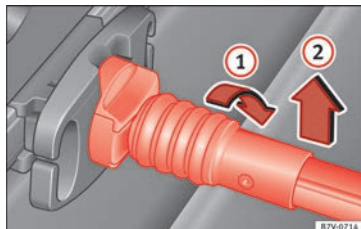

Fig. 96 Desenganche la red para el equipaje.
- Gire la varilla de sujeción 90° hacia la derecha » » » fig. 96 ① hasta que se vea la marca roja en la varilla. Extraiga la varilla de sujeción hacia arriba ②.